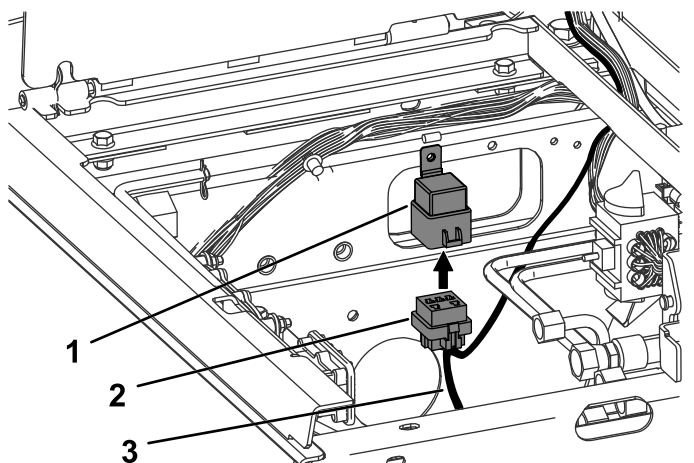

**Figura 26**
7. Ligue o relé à montagem do relé com o parafuso autorroscante fornecido, como se mostra na Figura 26.